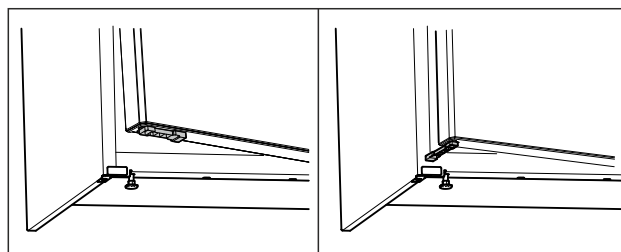

Fig. 63 *
- ▶ Omejevalnik odpiranja vrat obrnite za 90°. (glejte Fig. 63) *